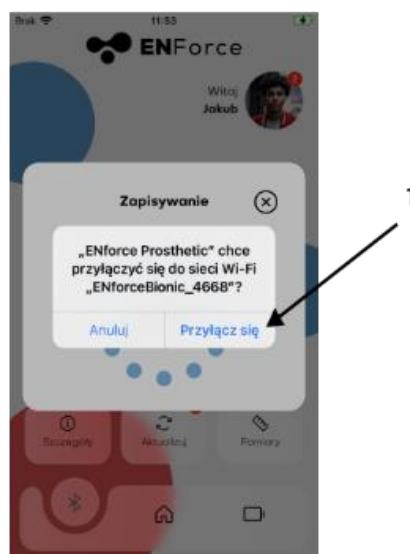

Abbildung 21: Verbindung mit dem vom Gerät erstellten Wi-Fi-Netzwerk.
Wenn Sie diese Taste drücken, erscheint ein Systemfenster (Abbildung 21), in dem der Benutzer aufgefordert wird, die Verbindung mit dem vom Gerät erstellten Wi-Fi-Netzwerk zu bestätigen; klicken Sie auf Verbinden, um fortzufahren (1).